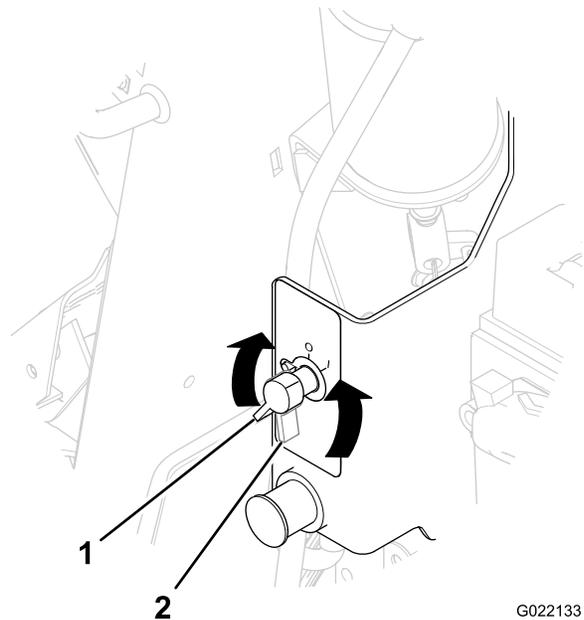

Figura 60
2. Gire el interruptor de desconexión de la batería en sentido antihorario a la posición de Desconectado (Figura 60).